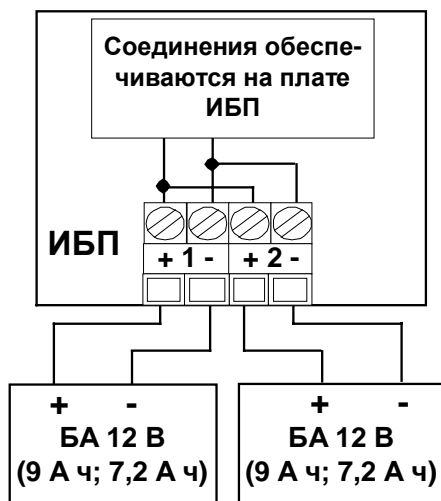
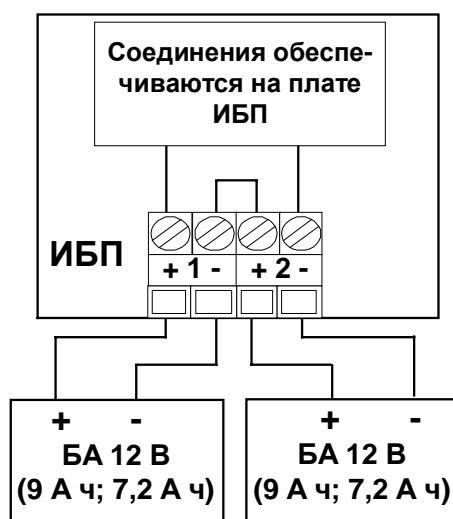

Рис. 4 Подключение аккумуляторных батарей в ИБП-12 к разъему XT2
Рис. 5 Подключение аккумуляторных батарей в ИБП-24 к разъему ХТ2
Подключение аккумуляторных батарей для ИБП-12 показано на Рис. 4. В случае использования двух батарей они zapараллеливаются на выходе уже имеющейся на плате перемычкой. Возможно подключение одной батареи, в этом случае необходимо неиспользуемые для подключения клеммы проводов БА изолировать или отсоединить от клемм XT2.
Для ИБП-24 обязательно использование двух аккумуляторных батарей. Их подключение показано на Рис. 5. Они объединяются последовательно уже имеющейся на плате перемычкой.
6.5. Установить аккумуляторные батареи, подключив их к клеммам с помощью соединительных проводов, имеющих соответствующую маркировку (красный наконечник «+», синий наконечник «-») по схеме, приведенной на Рис. 4 и Рис. 5.